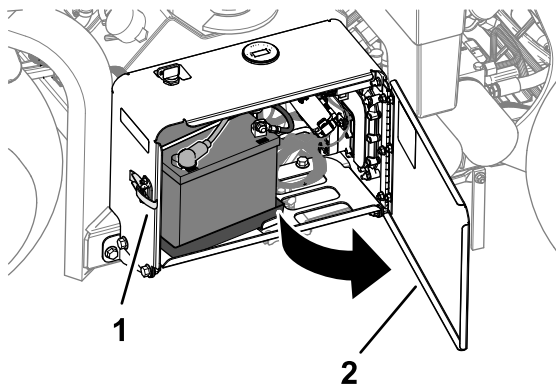

Figura 170
1. Sbloccate lo sportello del vano batteria e apritelo (Figura 170).